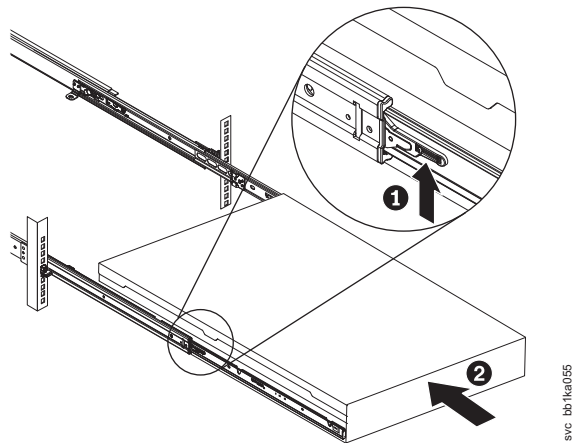

図 141. ラックのスライド・レールの SAN ボリューム・コントローラー 2145-CF8 または 2145-CG8 ロック・レバーを上げる
9. スライド・レール上のロック・レバー (図 141 の **1**) を上げて、サーバー **2** を、所定の位置にカチッと音を立てて収まるまで、ラック内に完全に押し込みます。